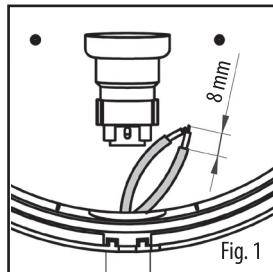

Fig. 1
- Fix the lamp holder at the fixing point on the base, using the screw supplied (fig. 1).
- Insert the silicone sheath over the conductors (fig. 1).
- Strip about 8 mm of the conductor and twist the copper trefolis. Connect the phase (L) and neutral (N) conductors to the lamp holder (fig. 1).
Fixe o porta-lâmpada ao ponto de ataque da base com o parafuso fornecido (fig. 1).
- Insira o revestimento de silicone nos condutores eléctricos (fig. 1).
- Remova o revestimento dos condutores de cerca de 8 mm, torça os fios de cobre. Conecta os condutores de fase (L) e neutro (N) no porta-lâmpada (fig. 1).
- Die Lampenfassung anhand der mitgelieferten Schraube am Verankerungspunkt der Basis befestigen (Abb. 1).
- Die Leitungen in die Silikonummantelung einfügen (Abb. 1).
- Die Adern um ca. 8 mm blank machen und die Kupferleiter verdrehen. Die Phasenleiter (L) und die Nichteileiter (N) an die Lampenfassung anschließen (Abb. 1).
- Fijar el portalámpara en el punto de fijación de la base con el tornillo en dotación (fig. 1).
- Introducir la funda de silicona en los conductores (fig. 1).
- Pesar los conductores 8 mm aproximadamente, retorcer los hilos de cobre. Conectar los conductores de fase (L) y neutro (N) en el portalámparas (fig. 1).
- Fixez la douille sur le point d'ancre de la base avec la vis fournie (fig. 1).
- Enfilez la gaine en silicone dans les conducteurs (fig. 1).
- Dénudez les conducteurs sur 8 mm environ entortillez les fils en cuivre. Branchez les conducteurs de phase (L) et neutre (N) sur la douille (fig. 1).
- Przymocować oprawkę żarówki w punkcie zaczepowym podstawy przy pomocy dostarczonego wkrętu (rys. 1).
- Zainstalować silikonową osłonę kablową przewodów (rys. 1).
- Usunąć ok. 8 mm osłony przewodów i skręcić miedzianą splotkę. Podłączyć przewody fazowe (L) i neutralne (N) do oprawki żarówki (rys. 1).